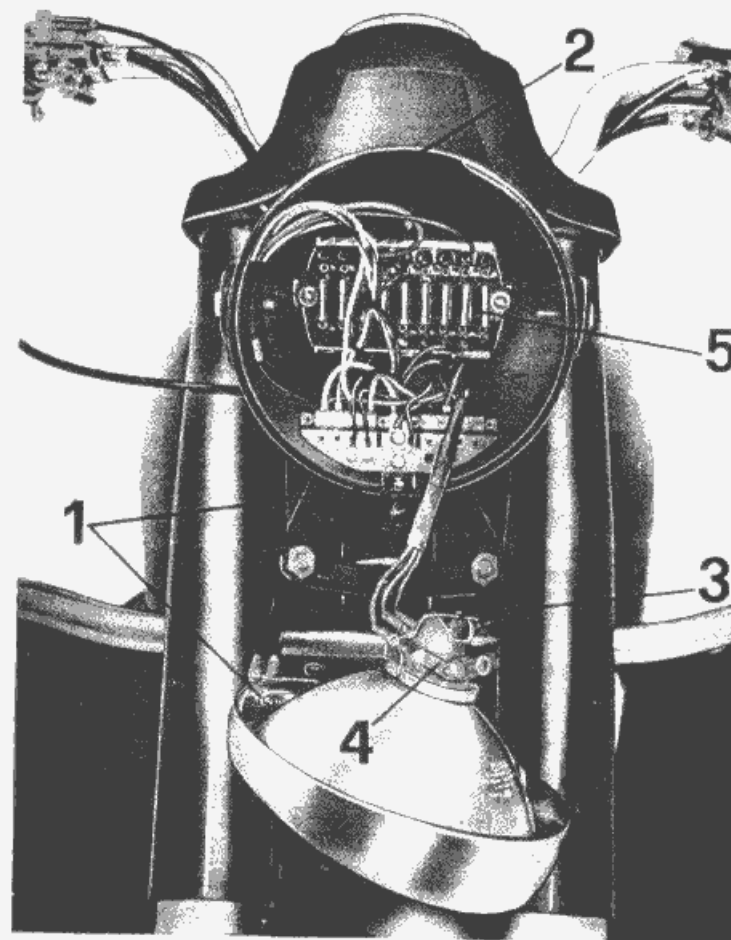

Fig. 36
Faro anteriore (vedere fig. 36)
Valvole di protezione dell'impianto elettrico «fusibili» (vedere 5 di fig. 36)
Le valvole sono poste sulla morsettiera all'interno del faro, per accedere alle valvole, occorre svitare la vite (1) che tiene la ghiera del gruppo ottico e sfilarla dall'orecchietta superiore (2) «vedere fig. 36».